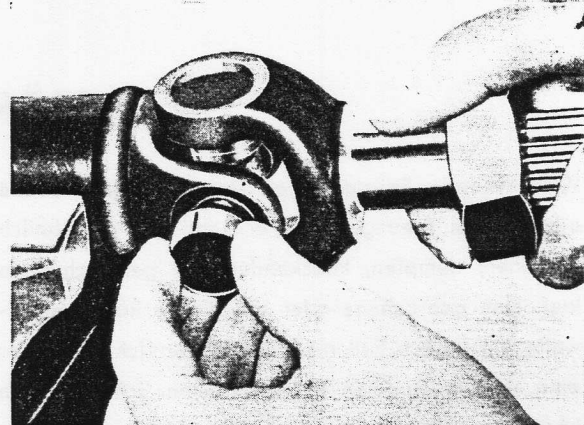

Bild 4-7. Gelenkkreuz und Nadellager einbauen
2. Gelenkkreuz so weit in eine Richtung schieben, dass das Nadellager über den Zapfen geschoben werden kann, siehe Bild 4-7. Dann das Nadellager so weit einpressen, dass der Sicherungsring eingebaut werden kann. Presswerkzeug mit etwas kleinerem Durchmesser als die Nadellagerbuchse benutzen.